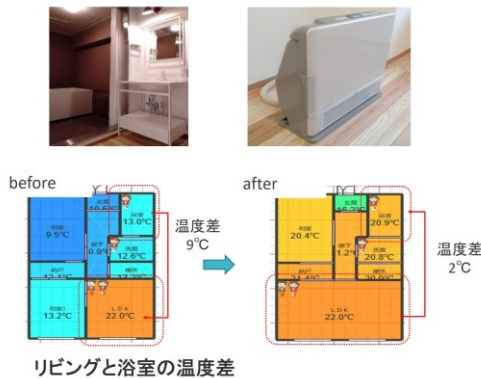

図 8 山形温度分布改修前と後 リビングの温度ムラ
- 快適で健康な温熱環境（上下温度差解消、ヒートショック防止）(図 8、9)